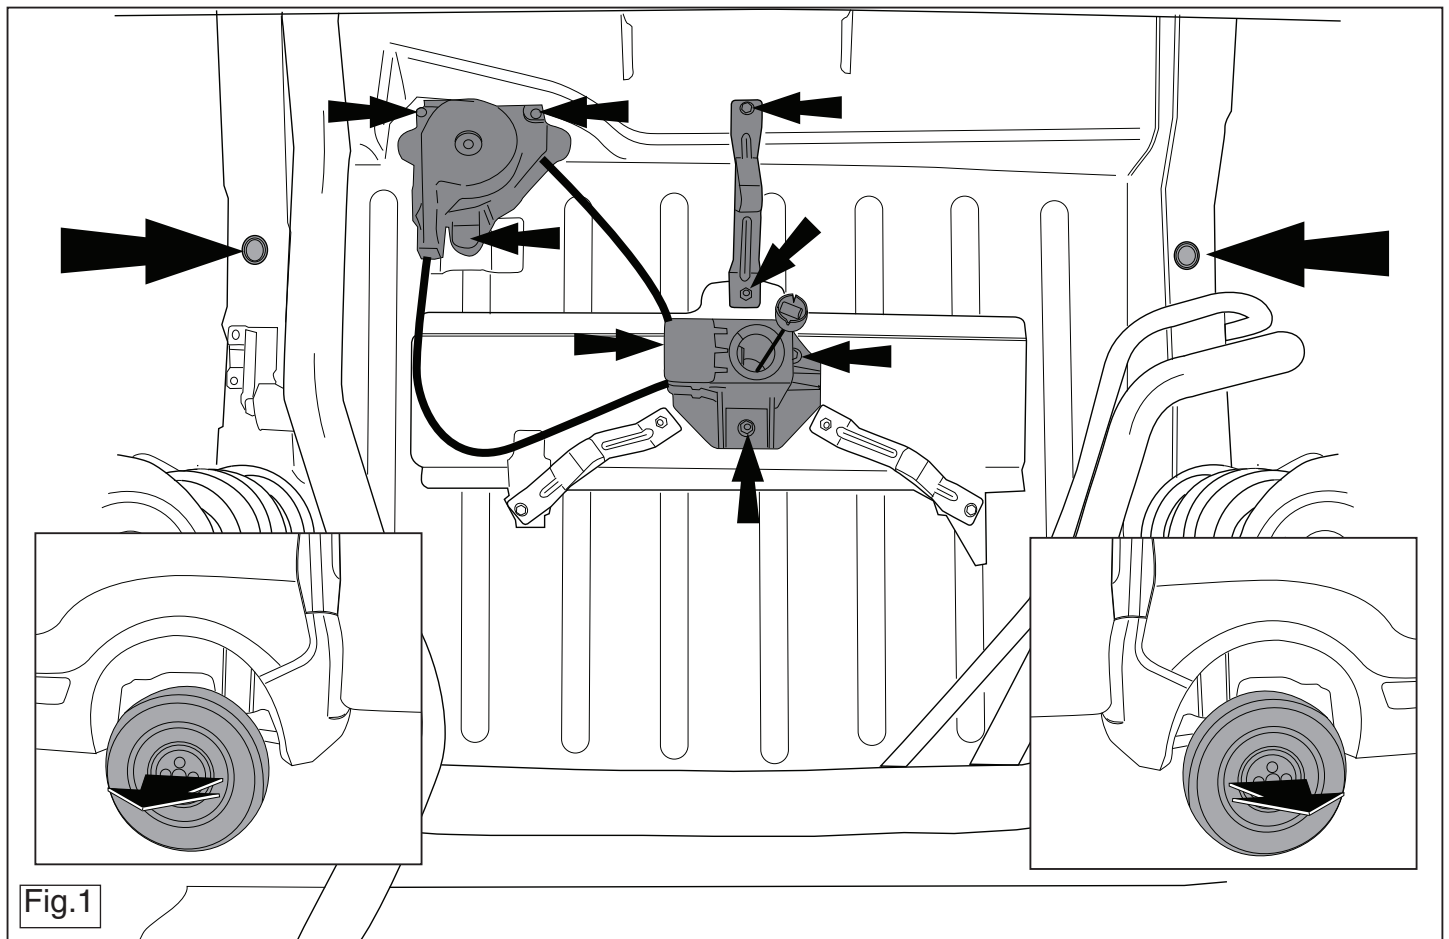

Fig.1
2. Démonter les pièces indiquées sur la figure 1.
3. Enlever les bouchons en caoutchouc à l'emplacement des points indiqués (voir la fig.1).
3. Avlägsna gummikåporna vid de markerade punkterna (se fig. 1).
3. Fjern gummikapslerne ved de markerede punkter (jævnfør fig. 1).
3. Retirar a la altura de los puntos indicados los tapones de goma (véase la fig. 1).
- 2. Снять детали, указанные в рис. 1.
- 3. Удалить резиновые пробки в указанных точках (см. рис. 1).
3. Rimuovere i tappi in gomma dai punti indicati (vedi fig. 1).
- 3. W oznaczonych miejscach usunąć gumowe nakładki (patrz rys. 1).